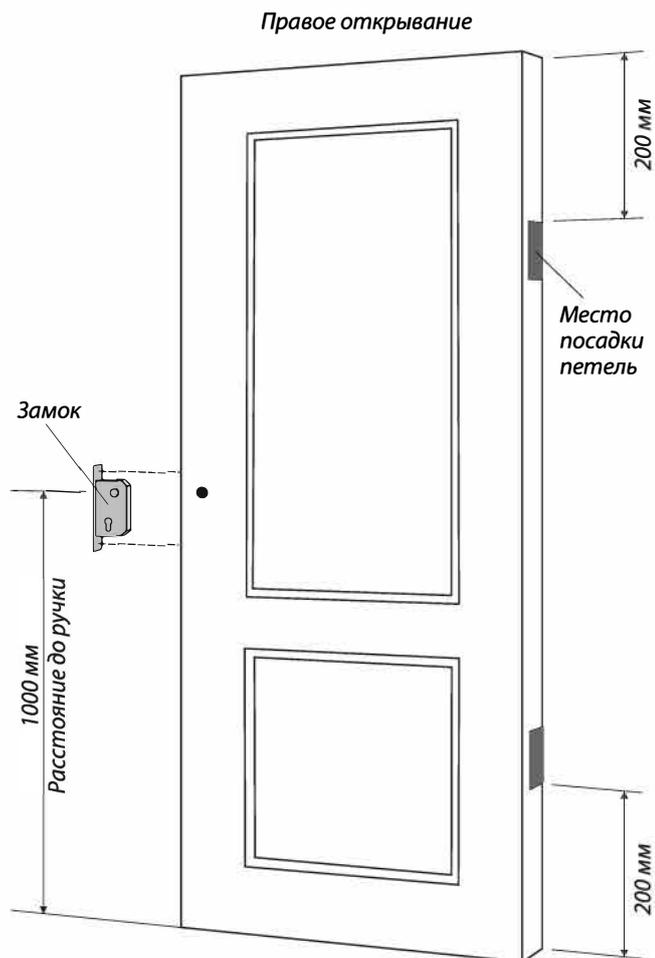

Рис. 1
- Для этого сделайте разметку на полотне (Рис. 1)